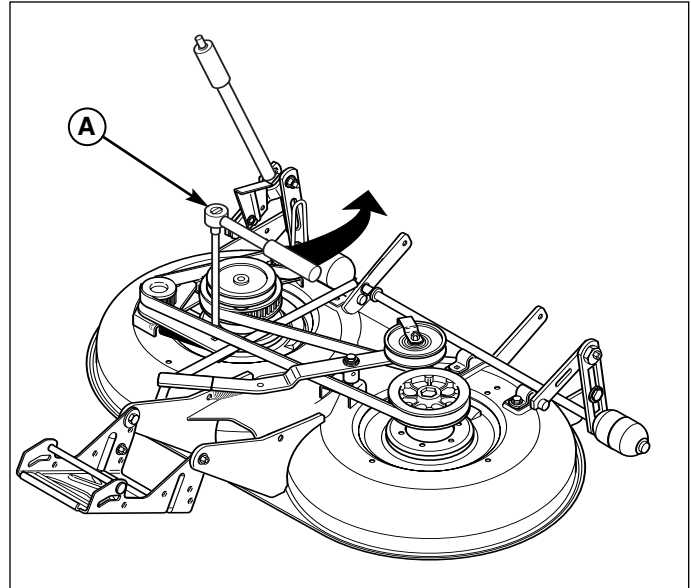

**Figure 46. Tondeuse pour broyage (caches de courroie déposés)**
3. Desserrer la vis à tête du tendeur (A, figure 46).
4. A l'aide d'un clé à cliquet (A, figure 47), insérer l'extrémité de la rallonge dans le trou carré (D, figure 46) et déplacer le tendeur (B, figure 46) pour relâcher la tension de la courroie (C).
5. Retirer la courroie (C).
6. Installer une nouvelle courroie (C) sur les poulies comme l'indique le schéma. Relâcher le tendeur (A) pour permettre au ressort de tendre automatiquement la courroie dentée.
7. Serrer la vis à tête du tendeur (A). Remettre les caches de courroie en place.